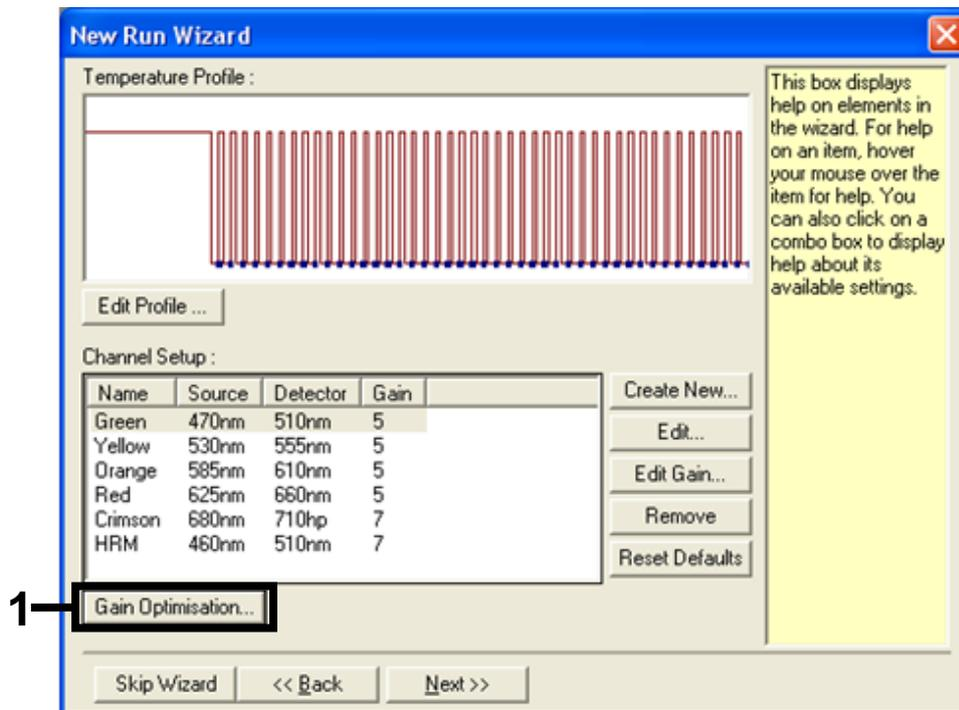

Figura 30. Ottimizzazione del guadagno (1).
12. Nella finestra di dialogo successiva fare clic sul pulsante “Gain Optimisation” (Ottimizzazione del guadagno) (Figura 30).